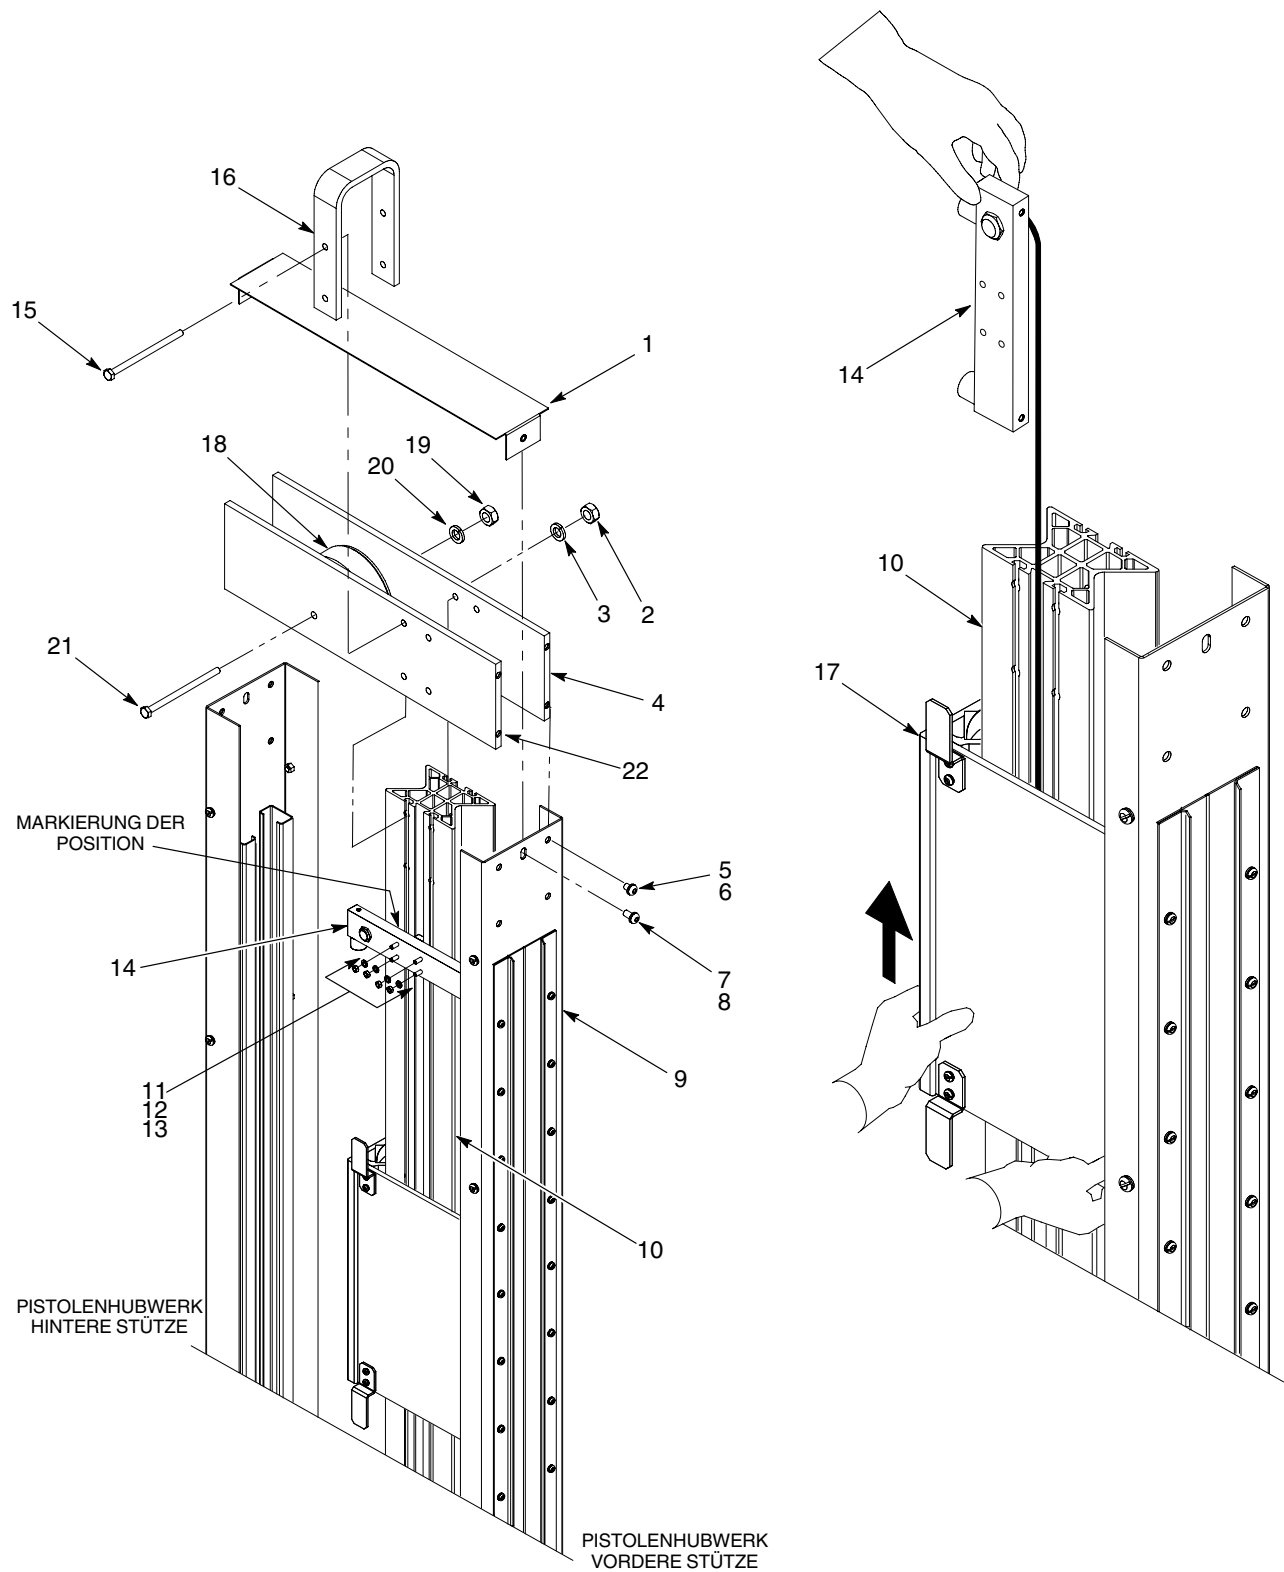

Abb. 15 Pistolenwagenbaugruppe abnehmen
1. Siehe Abbildung 15. Riemen (18) von der oberen Laufrolle (19) abnehmen.
2. Die Schrauben (7) und Sicherungsscheiben (8) abnehmen, mit denen die obere Abdeckung (1) am Hubwerk (9) befestigt ist.
3. Die Mutter (19), Sicherungsring (20) und Schraube (21) abnehmen, mit denen die Laufrolle(18) an den oberen Seitenteilen (4, 22) befestigt ist. Die Laufrollenbaugruppe vom Hubwerk (9) abnehmen.
4. Die Schrauben (5) und Sicherungsringe (6) abnehmen, mit denen die Seitenteile (4, 22) vorn und hinten am Hubwerk (9) befestigt sind.
5. Die zwei Schrauben (15), Sicherungsringe (3) und Muttern (2) abnehmen, die die U-förmige Hebelasche (16) am Pistolenwagen-Laufweg (10) halten. Jetzt noch nicht die zwei anderen Schrauben (15) abnehmen, die die oberen Seitenteile (4, 22) halten.